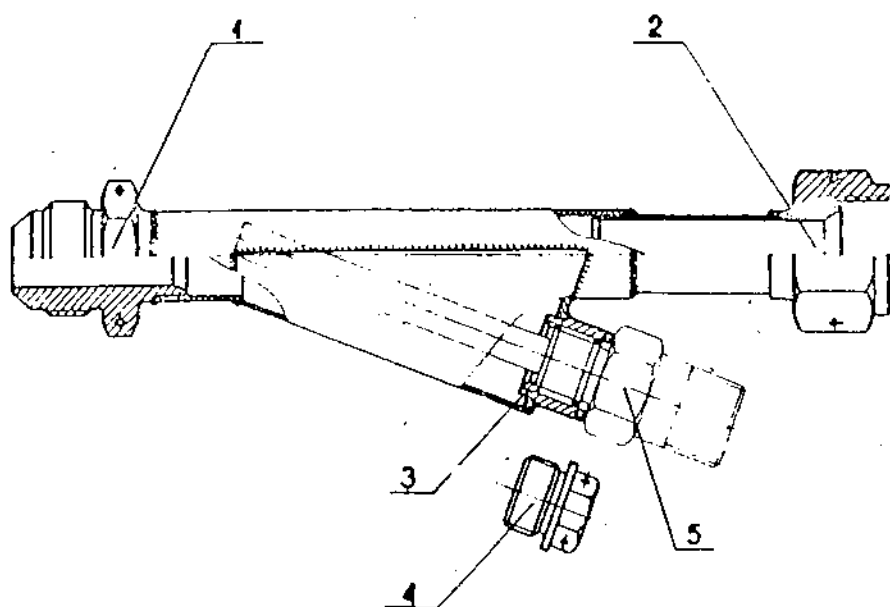

Рис. 6.16. Специальная трубка 16.08.0320
16.3.2. От датчика П-2 температуры масла на выходе из второго двигателя (соседнего) отключить вилку электропровода, идущего от указателя 2ТУЭ-I, снять датчик, а отверстие после снятого датчика заглушить заглушкой 4 (рис. 6.16.)
I6.3.3. Снятый приёмник установить в отверстие штуцера 3 специальной трубки I6.08.0320 (рис. 6.16.), вместо пробки 4.